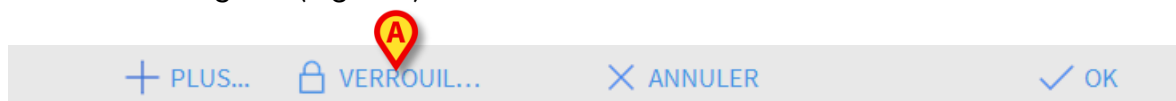

Fig. 5
- de cliquer sur le bouton **Verrouiller** sur la barre des commandes de la page de connexion « Log in » (Fig. 5 A).